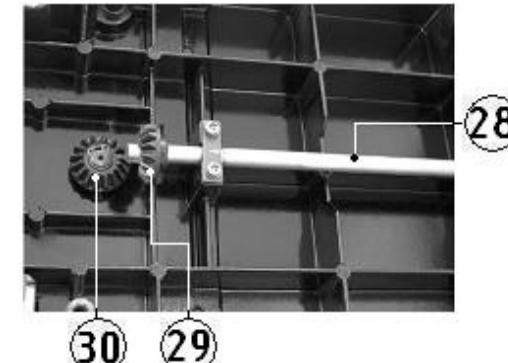

Рис.16
12.3.5. Выберите из зацепления коническую шестерню (29) рядом с извлеченным пружинным кольцом (27), сдвинув ее по передаточному валу (28), Рис. 16.